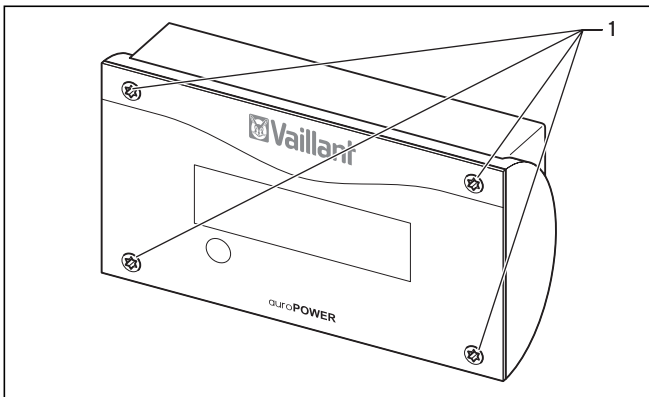

Abb. 4.1 VPI-Display/2
- Schrauben Sie dazu die vier Schrauben (1, in Abb. 4.1) mit einem Torx-Schlüssel heraus und nehmen Sie die Frontplatte ab.